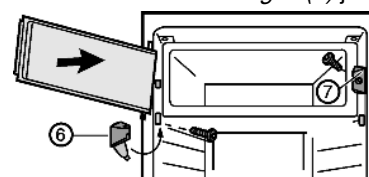

Fig. 4
- ▶ Monter l'élément de fermeture Fig. 4 (7).
- ▶ Monter le support d'appui Fig. 4 (6) et fermer le cache.